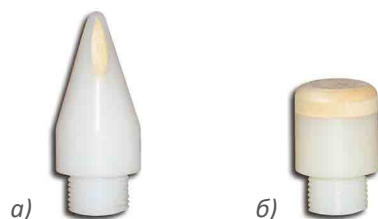

Рисунок 1 – Типы наконечников: а – конус; б – пробка
- в виде конуса – для проведения замеров в мягких грунтах (рисунок 1а);
- в виде плоской пробки – для замеров в твердых грунтах (рисунок 1б).